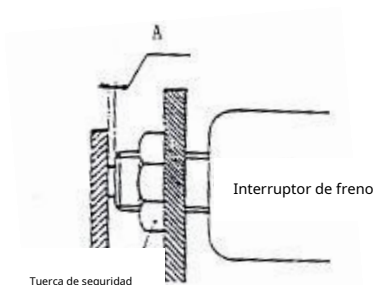

Figura 2-6 Interruptor de luz de freno
(5) Ajuste el interruptor de freno como se muestra en la Figura 2-6